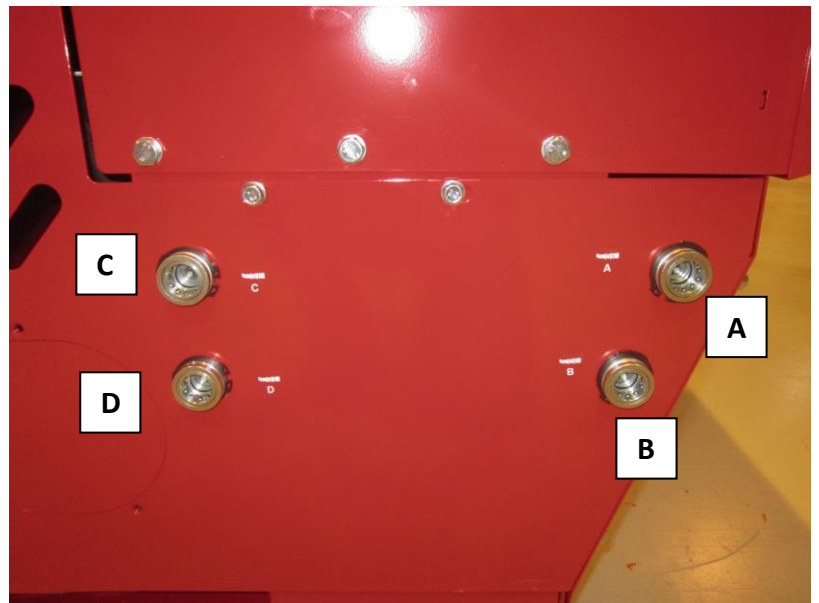
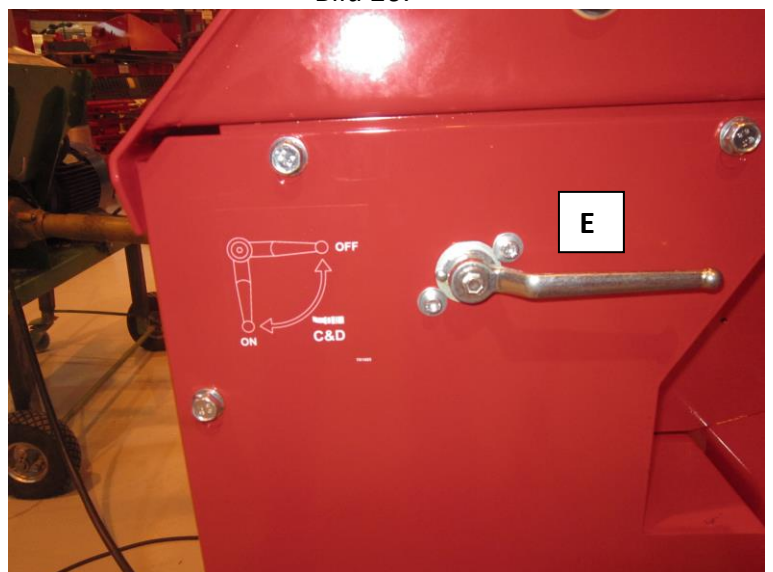

Bild 20.
Bild 21.
Anslut den extra hydrauliken (till exempel vid användning av HakkiFeed 381 stocklyftare) genom att skjuta in extrautrustningens hydraulslangar i snabbkopplingarna A och B i bild 20 (i avsnitt 4.3.4). Slangen med röd markering går till högre snabbkoppling (även markerad med röd färg).
3. Öppna tapp E (bild 21) för att olja ska strömma till snabbkopplingarna (bild 20) C och D.
Obs! Tappen E måste alltid vara avstängd (som i bild 21) när snabbkopplingarna C och D (bild 20) inte används!